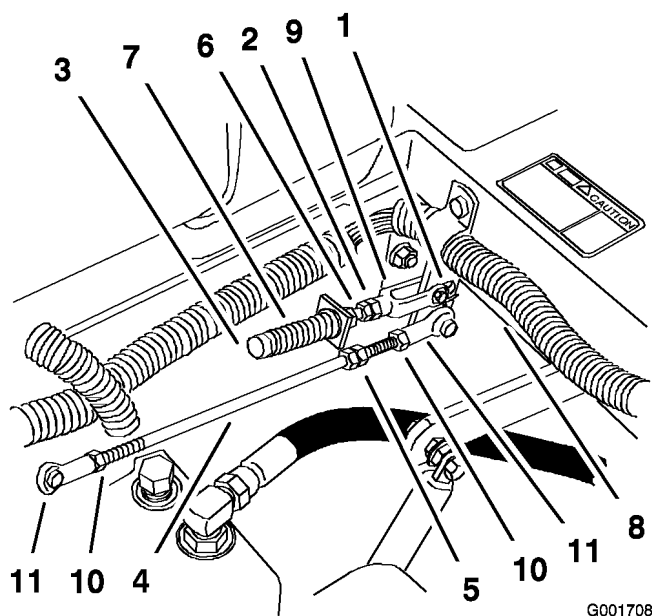

Figure 63
1. Desserrez les contre-écrous sur les rotules de la tige de commande de la pompe (Figure 63).
3. Réglez la longueur de la tige de pompe en tournant les doubles écrous dans le sens voulu, jusqu'à ce que la roue soit immobilisée ou tourne légèrement en marche arrière (Figure 63).
6. Serrez les contre-écrous contre les rotules (Figure 63).